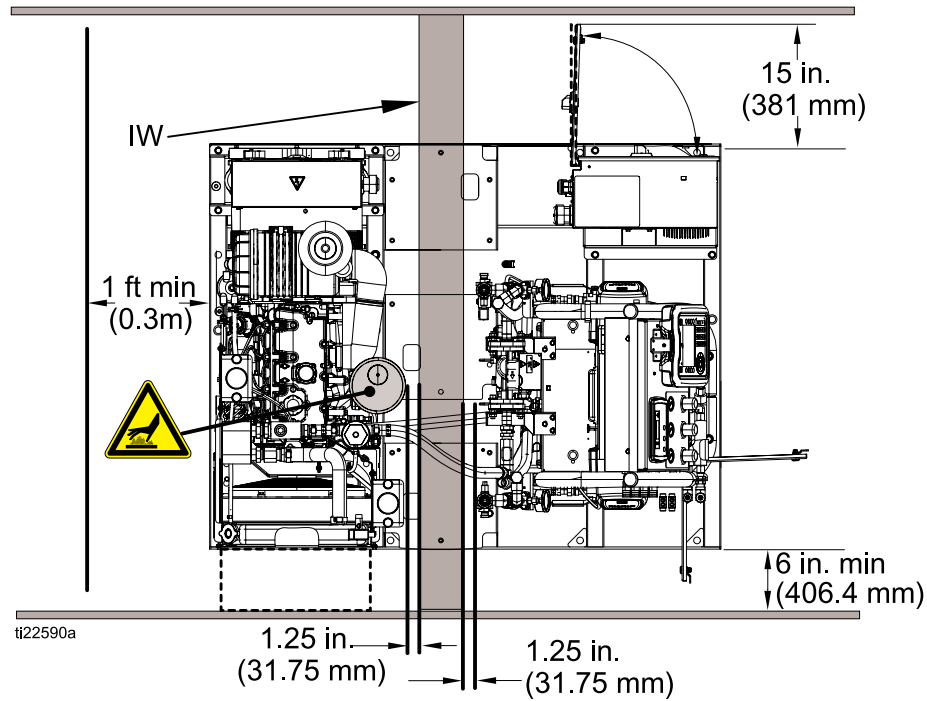

Figure 22 Bovenaanzicht met wand
4. Installeer de wand (IW) op de plaats waar de brandstoftank zich eerst bevond. Zorg dat er een ruimte van minstens 31,75 mm (1,25 inch) aanwezig is tussen de wand en de uitlaatdemper. Zie Fig. 22.